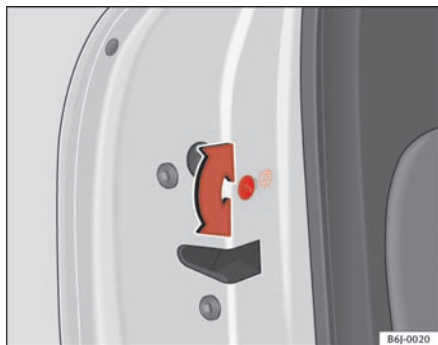

Fig. 40 Børnesikring i venstre dør
- Mens døren er åben, skal du bruge nøglen til at dreje slidsen mod uret i den venstre dør ⇒ fig. 40 og med uret i den højre dør.
- Mens døren er åben, skal du bruge nøglen til at dreje slidsen mod uret i den højre dør og med uret i den venstre dør ⇒ fig. 40.